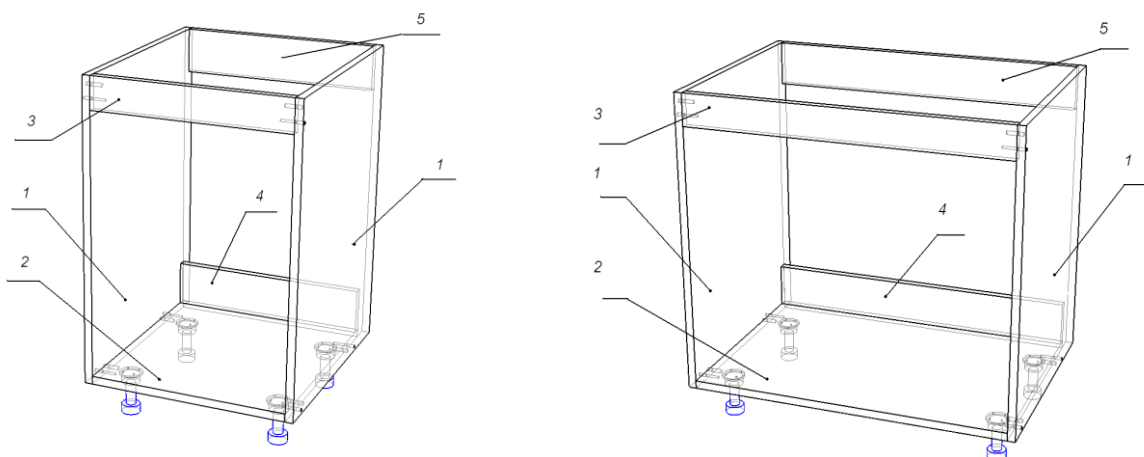

Рис. 39
3. Сборка корпуса мойки M01, M02, M20 (Рис. 39):
- собрать боковины (1), лицевую планку (3) и нижнюю горизонталь (2) используя 8 евростяжек 7x50 и 8 шкантов;
- установить планку (5) с помощью двух евростяжек 7x50;
- планка (4) устанавливается (по желанию) с помощью евростяжек после адаптации стола (вырезы в корпусе) к кухонным коммуникациям;